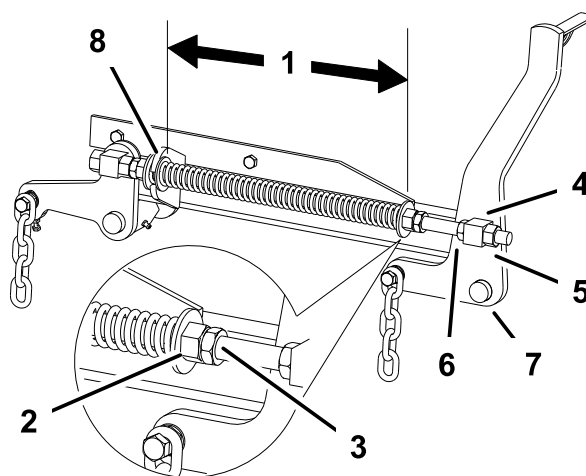

Figura 78
- Verificate la distanza tra le due rondelle grandi, che deve essere di 29,2 cm (Figura 78).
- Regolate questa distanza allentando il controdado per molla e girando il dado antistante ogni molla (Figura 78). Girate il dado in senso orario per accorciare la molla, o in senso antiorario per allungarla.
- Bloccate il dado serrando il controdado della molla (Figura 78).